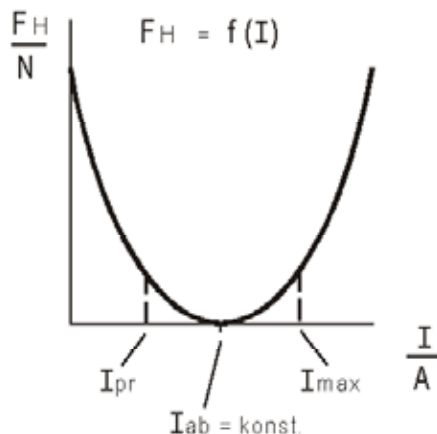

Bild 3: Kennlinie
- 3) Um den Einfluß des von der Erwärmung abhängigen Spulenwiderstandes auf die Resthaltekraft zu eliminieren, empfehlen wir die Ansteuerung des Magneten mit Konstantstrom (siehe hierzu auch Bild 3).